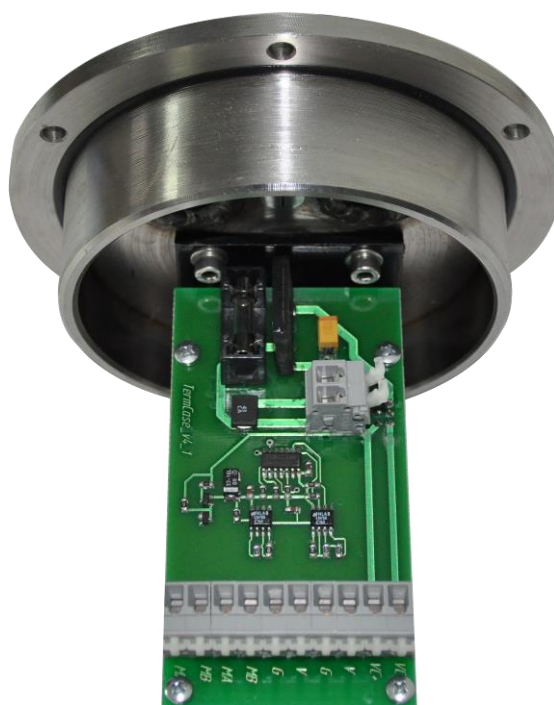
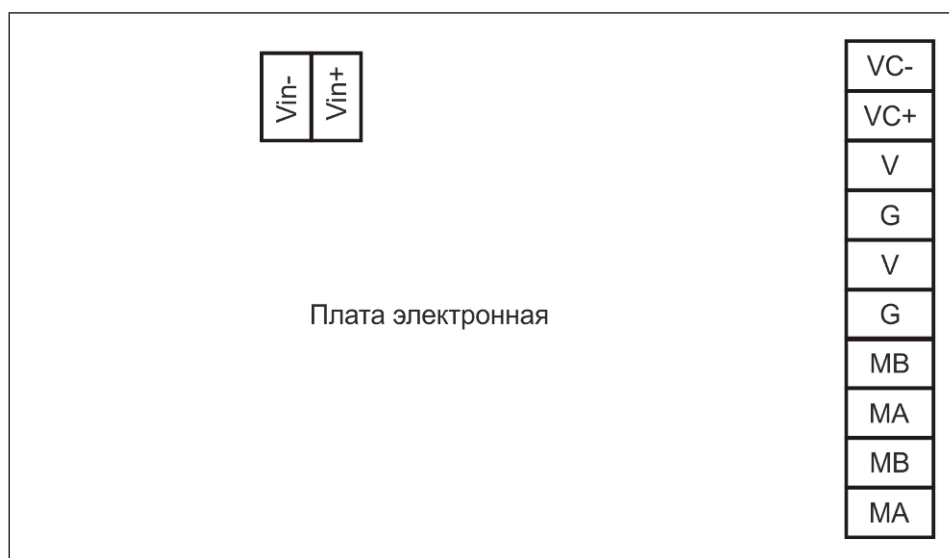

Рисунок 5 – Клеммная плата термокожуха
Рисунок 6 – Схема клеммных контактов
- Подключить электронную плату термокожуха к источнику питания, рис. 6, 7 с напряжением, указанным в таблице 1. Подключить видеовыход камеры к входу монитора с входным сопротивлением 75 Ом.
На рис. 5 показаны клеммные контакты, расположенные внутри клеммного отделения термокожуха. На рис. 6 указана схема подключения оборудования и термокожуха.